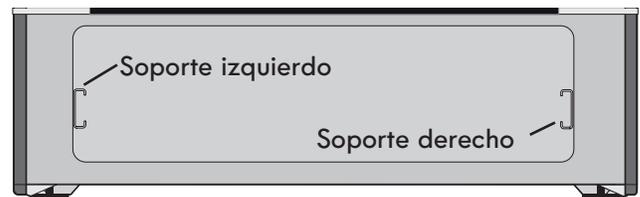

Figura 50: Alineación de los canales
2. Alinee cuidadosamente ambos lados de los rieles deslizantes del cajón calentador con los soportes deslizantes del compartimiento exterior ubicados en el interior del compartimiento vacío del cajón (Vea figura 50).